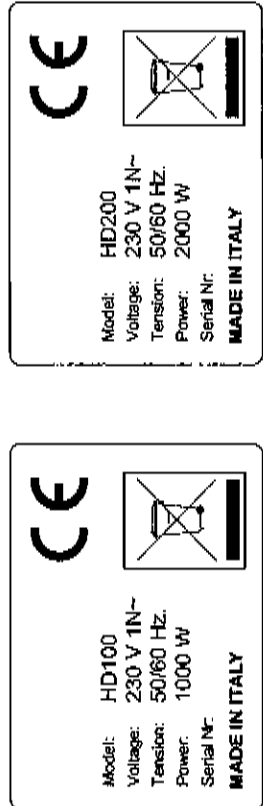

Fig.2
Wir bitten Sie, diese Bedienungsanleitung sorgfältig zu lesen und gut aufzubewahren, damit Sie bei evtl. Rückfragen jederzeit darin nachschlagen können. Bevor Sie das Gerät anschließen, vergewissern Sie sich, dass die auf dem Typenschild aufgeführten technischen Angaben (Fig.2) mit Spannung und Frequenz Ihres Stromnetzes übereinstimmen. Die Installation darf nur von entsprechend ausgebildeten Fachleuten nach Anweisungen des Herstellers und auf Grundlage der gültigen gesetzlichen Vorschriften durchgeführt werden.
1. Das technische Typenschild ist auf der Geräterückseite angebracht (fig.2).
1. Put the thermostat (A fig.2) into position "0", and check that the thermostat light (B fig.2) is extinguished.
Read carefully the instructions given in this booklet. Before connecting the appliance make sure that the data shown on the technical plate (fig.2), corresponds with that of the mains power supply. Before carrying out any operation, install the appliance from the mains power supply. The installation must be carried out by professionally trained personnel in accordance with the instructions of the manufacturer and current regulations. The Manufacturer declines all responsibility for:
1. The identifying and technical plate is fixed to the back of the appliance (fig.2).